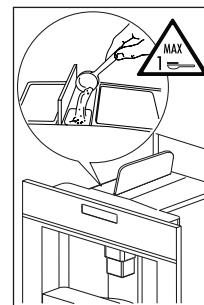

Fig. 26
- Levante a tampa central, coloque uma medida de café pré-moído no funil (Fig. 26), empurre o aparelho para trás e proceda como descrito na secção „Preparação do café com grãos de café“.